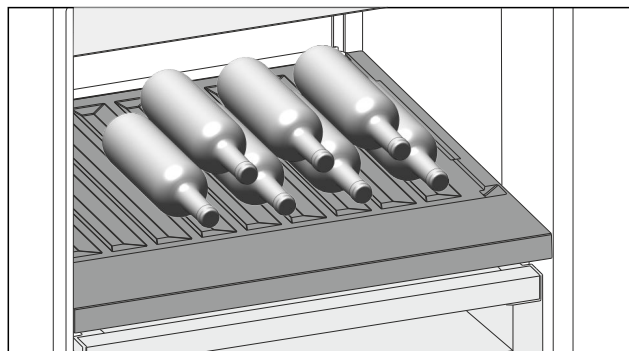

Fig. 97
- Indlæg flasker med bunden først, ind mod bagvæggen. (se Fig. 97)